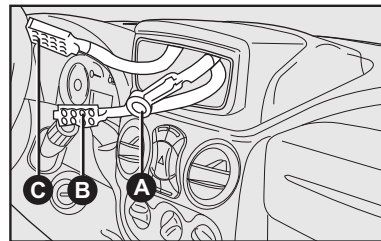
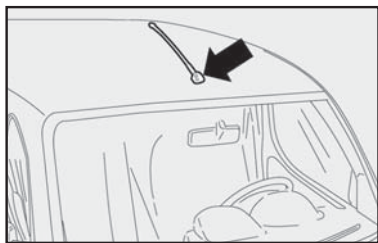

fig. 114
fig. 118
- Cabo e plugue de alimentação elétrica para o autorrádio **C-fig. 114**.
- Cabo e conector para a antena de teto **A-fig. 114**.
- Cabo e plugue para conexão dos alto-falantes **B-fig. 114**.
- Cabo e plugue de alimentação eléctrica para o autorrádio **C-fig. 114**.
- Alto-falantes no painel de instrumentos **fig. 114**.
- Cabos e plugue para conexão dos alto-falantes **B-fig. 114**.
Instalar a antena na sede prevista para a mesma **fig. 118** retirando os tampões interno e externo e conectando o plugue ao autorrádio **A-fig. 114**.